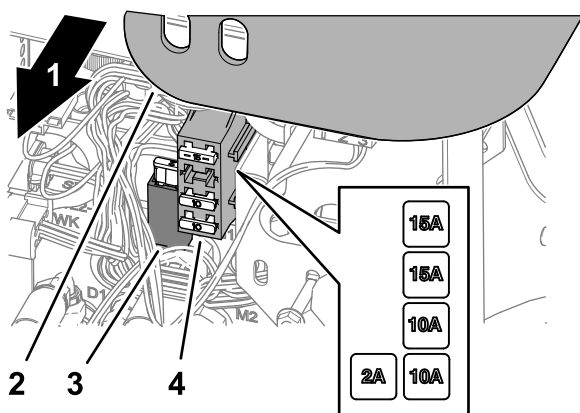

Bild 78
1. Heben Sie die Abdeckung vom Steuerarm ab (Bild 78).
2. Suchen Sie die durchgebrannte Sicherung im Sicherungshalter oder Sicherungsblock (Bild 78).
4. Montieren Sie die Abdeckung auf den Steuerarm (Bild 78).